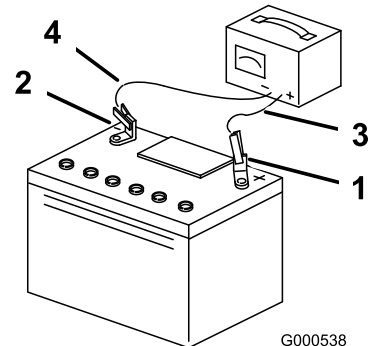

Bild 26
5. Wenn die Batterie ganz aufgeladen ist, ziehen Sie den Stecker des Ladegeräts aus der Steckdose und klemmen Sie die Klemmen des Ladegeräts von den Batteriepolen ab (Bild 26).